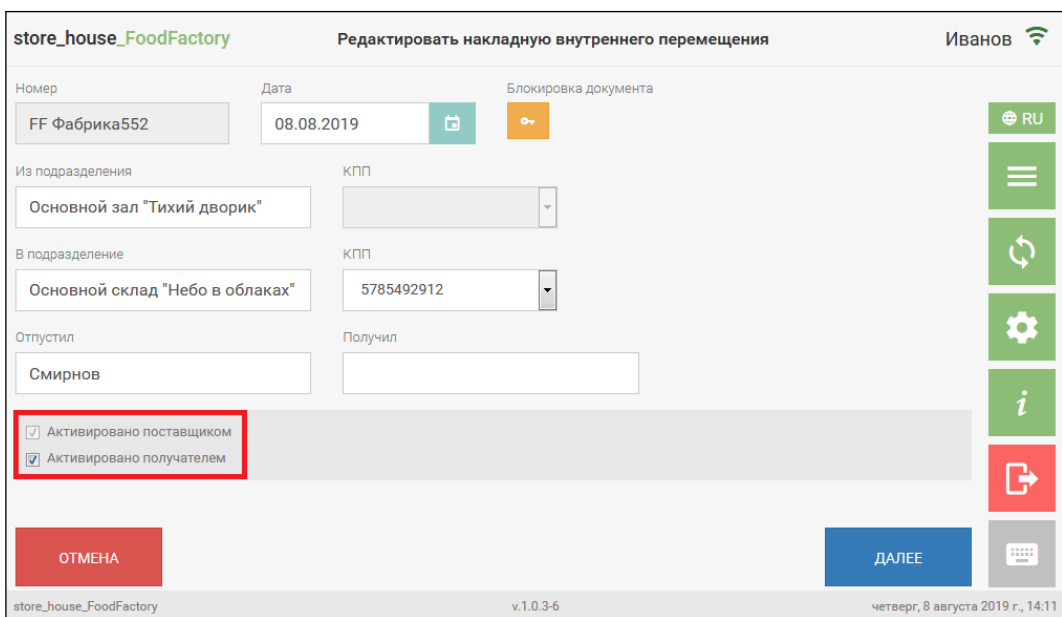

Рис. 123
- у второго пользователя есть права на группу подразделений, выступающих в роли «получателя» товаров, и он может выставить флаг «Активировано получателем» во время редактирования (см. п.п. 5.2.11) созданной первым пользователем накладной (см. Рис. 123).